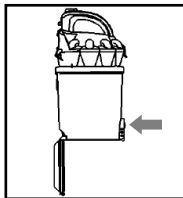

Fig. 5
- Um den tank zu drücken sie die clipöffnung (  ) der tankabdeckung (Bild. 5) leer, und dies wird geöffnet. Achten sie darauf, den tank über dem mülleimer oder tasche zu platzieren, bevor sie die abdeckung öffnen.